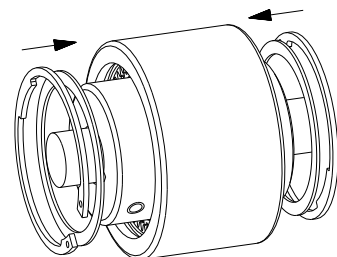

図 11
- スリーブの軸方向の動きが制限する為、C 形止め輪をスリーブの溝に取付けて下さい(図 11 をご参照)。